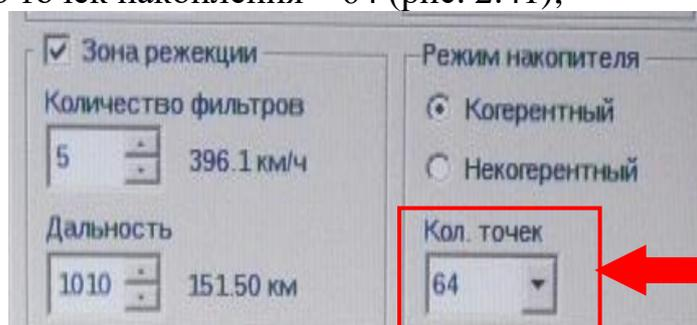

Рис. 2.41. Установка количества точек
- количество точек накопления – 64 (рис. 2.41);